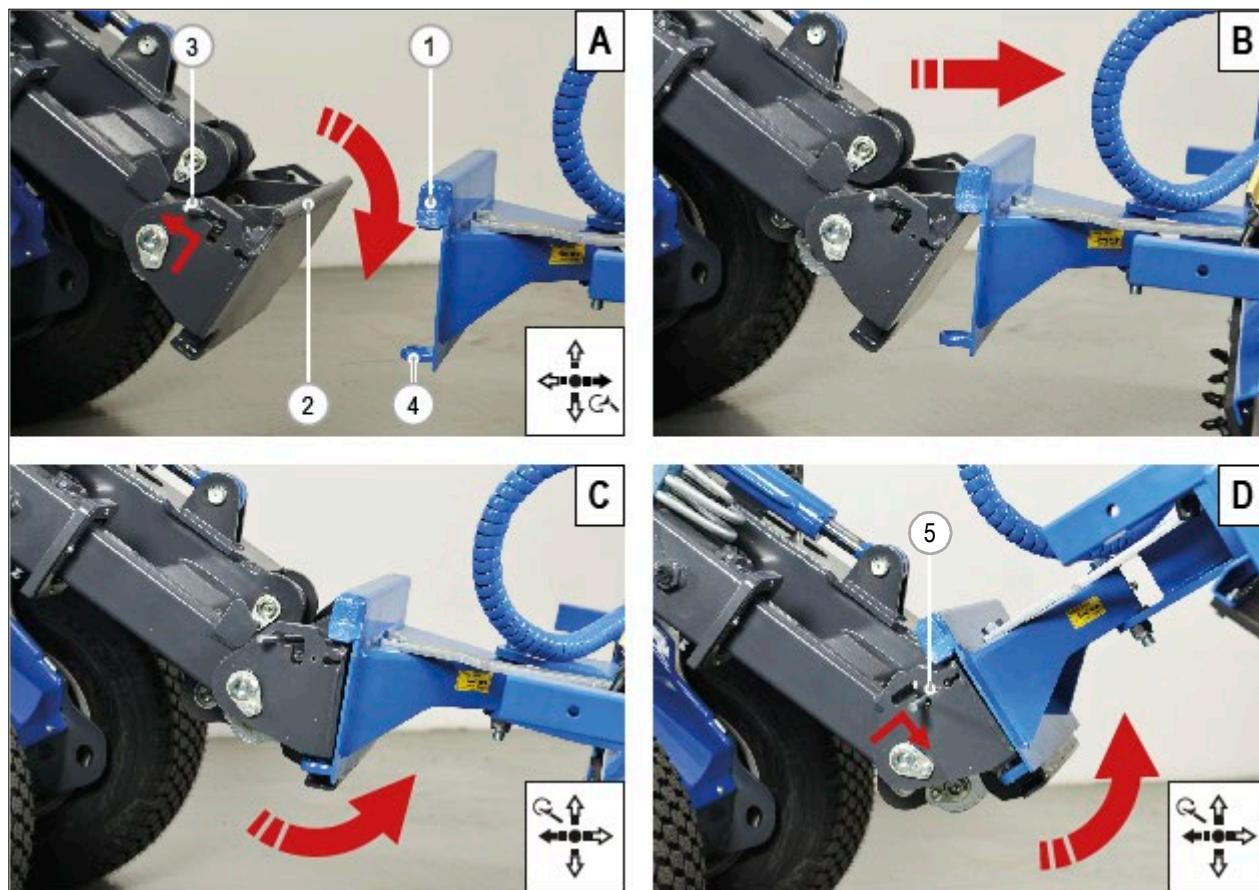

РИС. 21
- 6) Поднимите и нажмите два рычага (РИС. 21 – Сс. 3), расположенные на быстром сцепном устройстве, заглушки креплений поднимутся.
- 8) Осторожно подтяните быстрое сцепное устройство к навесному оборудованию, чтобы поднять круглый профиль на верхнем конце (РИС. 21 – Сс. 2) к предназначенным для него посадочным местам крепления (фиг. 21 – сс. 1).
- (Рис. 21 – сс. 4).
- 10) Проверьте визуально, что два рычага (РИС. 21 – сс. 5) находятся в нижнем положении. Если нет, соединение не было произведено.
- 1) Поднимите и отдохните два разъединительных рычага (**РИС. 21 – сс. 3**) от быстрого соединительного устройства, отсоединяются две вилки.